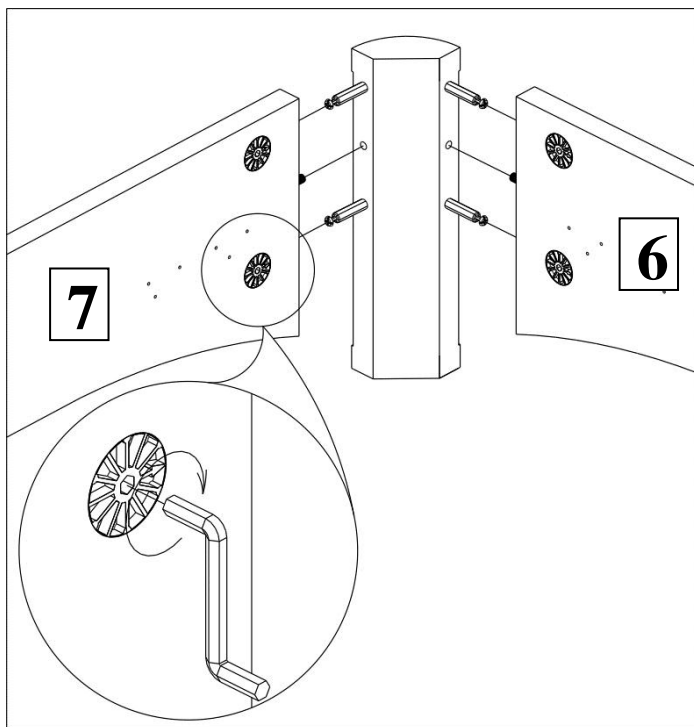

Рисунок 7.
7. Используя эксцентрики max-system прикрепите деталь (поз. 9) к деталям (поз. 6, 7). Аналогично прикрепите деталь (поз. 9) к деталям (поз. 6, 8). См. рисунок 7.